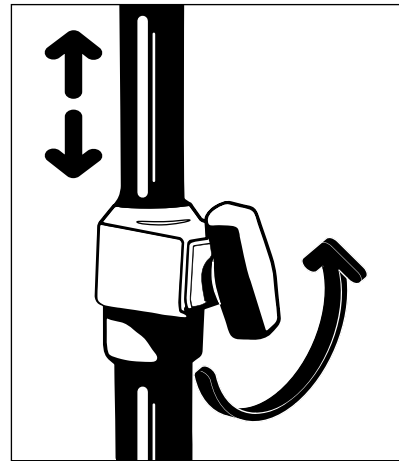

図 24 – 点滴ポールを調整する
1. はめ込みノブを逆時計回りに回し、点滴ポールのロックを解除します (図 24)。
4. はめ込みノブを時計回りに回し、点滴ポールをロックします (図 24)。